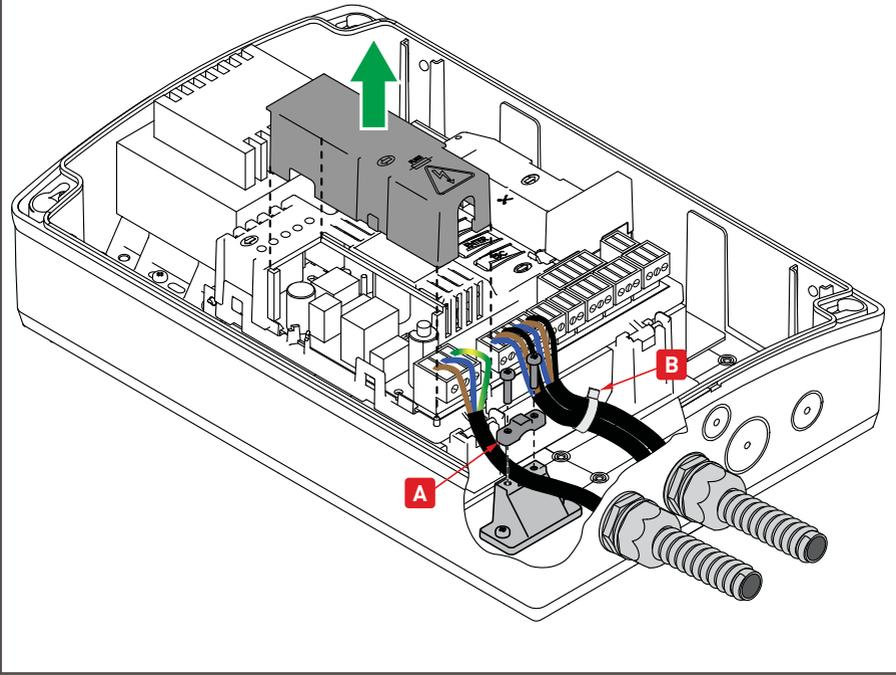

Fig. 4.4
- Si es necesario, monte las bisagras a presión, en el fondo de la caja y en la tapa en el lado derecho o izquierdo, como prefiera (Fig. 4.4, pág. 6).